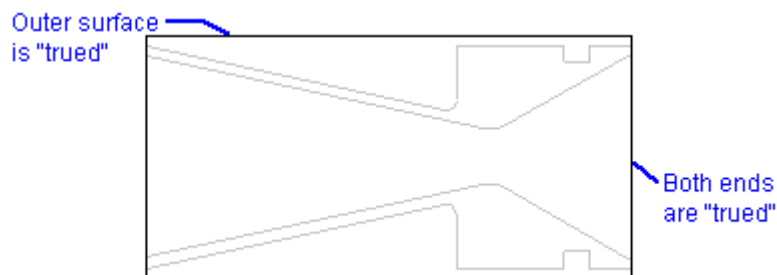

Figura 4. Cilindrado y refrentado de las superficies exteriores.
- 3 Luego se efectúa el cilindrado de la superficie externa de la pieza. Sujete la pieza dejándola sobresalir algo mas de la mitad de la longitud total. elimine el material necesario de la superficie hasta que la pieza gire completamente centrada (quite, digamos, 10 o 20 milésimas de pulgada (0.25 ó 0,5 mm). Retire la pieza y fijela del otro lado, y repita la operación. Las operaciones de cilindrado y refrentado se muestran en la Figura 4.